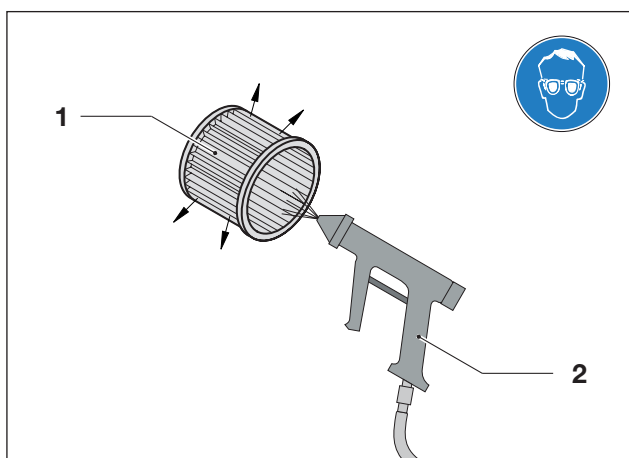
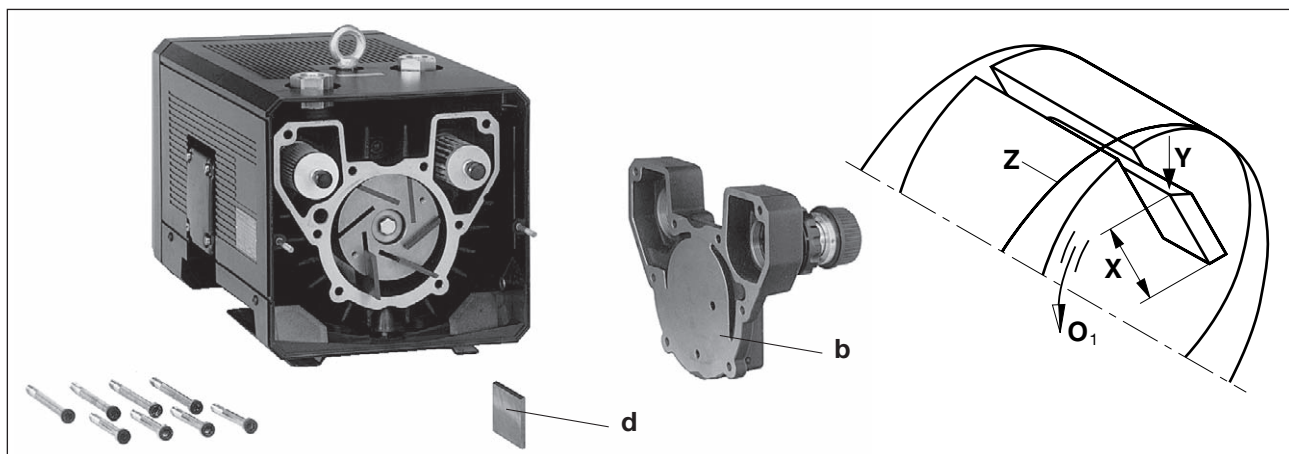

Fig. 6 Soffiare la cartuccia filtro
Fig. 7 Sostituzione lamelle
V-KTN (01) - (09): Svitare la griglia di scarico (Fig. 6/G) . Svitare il coperchio (Fig. 7/b) dal corpo. Estrarre le lamelle (Fig. 7/d) per un controllo. Tutte le lamelle devono avere un'altezza minima (Fig. 7/X):
Soffiare il corpo e le fessure del rotore. Inserire le lamelle nelle fessure del rotore. Fare attenzione a inserire le lamelle con il lato obliquo (Fig. 7/Y) rivolto verso l'esterno e che nel senso di rotazione (Fig. 7/O₁) corrispondano con il percorso del foro del corpo (Fig. 7/Z). Avvitare il coperchio del corpo (Fig. 7/b) e la griglia di scarico (Fig. 6/G). Prima dell'uso controllare il movimento libero delle lamelle, ruotando il ventilatore, svitando la griglia di aspirazione (Fig. 2/G₁) o la calotta di protezione (Fig. 3/G₂).